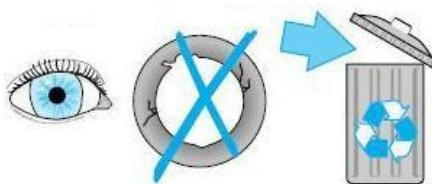

Figura 9
5. Controllare l'anello di tenuta n. 6960 come da (v. Figura 9) e in caso di dubbio, sostituirlo.